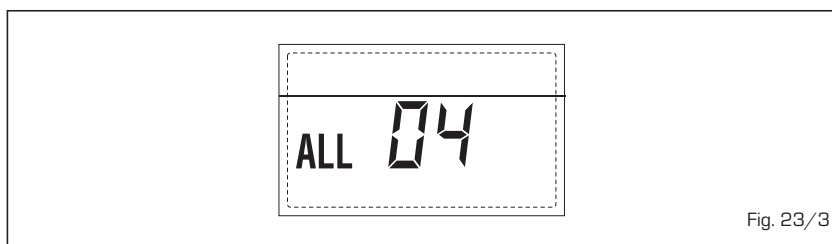

Fig. 23/3
– **ANOMALÍA SONTA IDA CALEFACCIÓN “ALL 05” (fig. 23/4)**